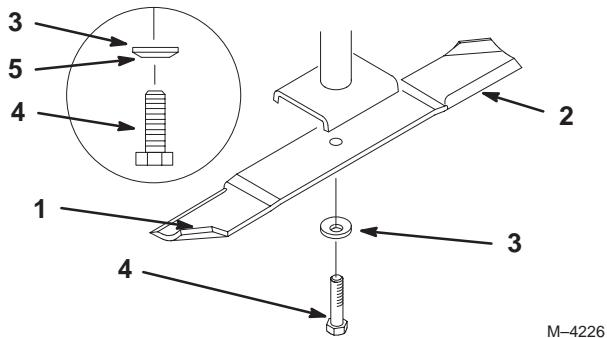

Figure 33
1. Tenez la lame à son extrémité avec un chiffon ou un gant épais. Retirez le boulon, la rondelle élastique et la lame de l'axe (Fig. 33).
2. Vérifiez l'équilibre de la lame en la plaçant sur un équilibrEUR (Fig. 32). Si la lame reste horizontale, elle est équilibrée et peut être utilisée. Si la lame est déséquilibrée, limez un peu l'extrémité de la partie incurvée seulement (Fig. 33). Vérifiez de nouveau et répétez la procédure jusqu'à ce que la lame soit équilibrée.
1. Placez la lame sur l'axe (Fig. 33).
2. Installez la rondelle élastique et le boulon de la lame (Fig. 33). **Serrez le boulon de la lame à 115–150 Nm (85–110 pieds/livres).**